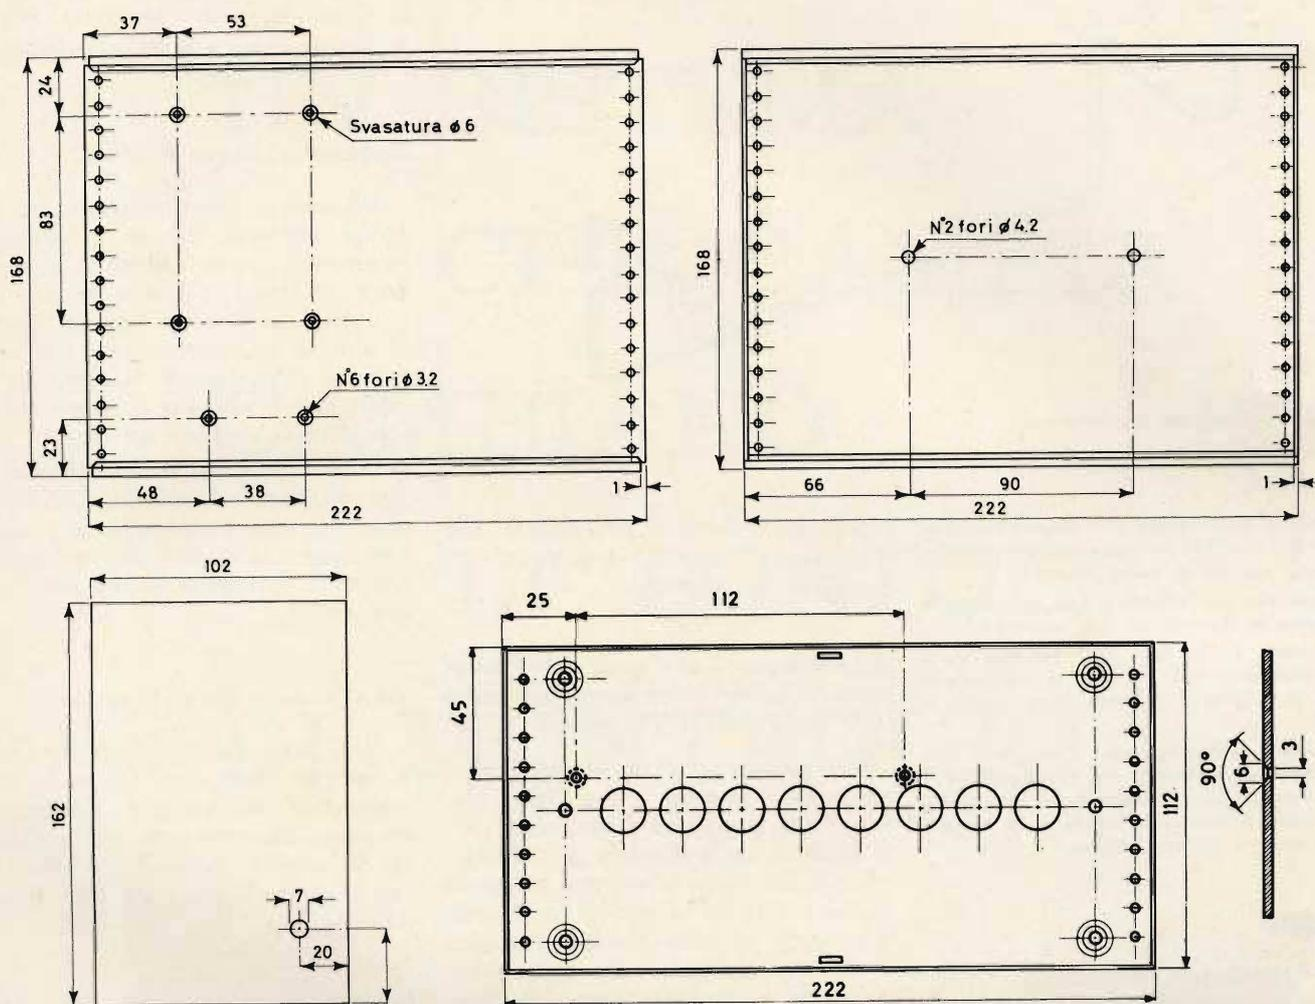

Fig. 5 - Foratura dei vari pannelli componenti il contenitore.
- Forare la base, la parte superiore, il pannello posteriore e quello laterale, fig. 5